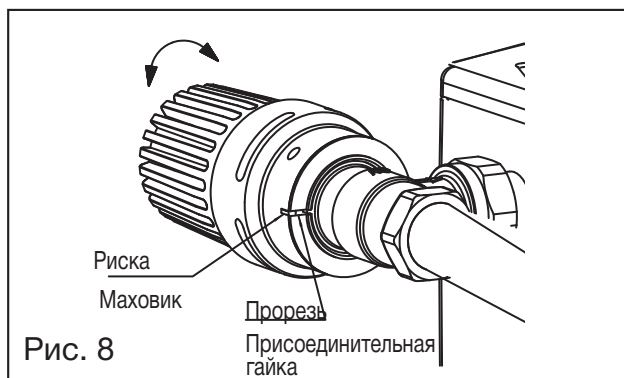

Рис. 8
3. Накрутить термостат на вентиль по часовой стрелке. При этом поворачивать весь термостат вручную, пока присоединительная гайка не коснется контактной поверхности вентилля. Продолжать поворачивать маховик, пока выпуклая метка не окажется напротив прорези на соединительной гайке (Рис. 8).